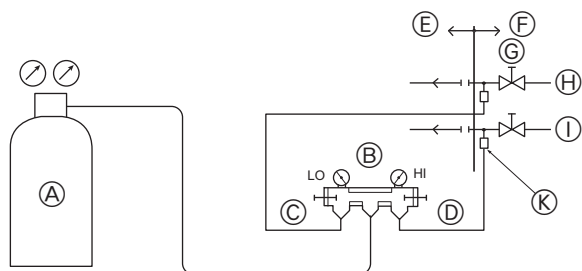

Fig. 5-11
① **Test tenuta d'aria (Fig. 5-11)**